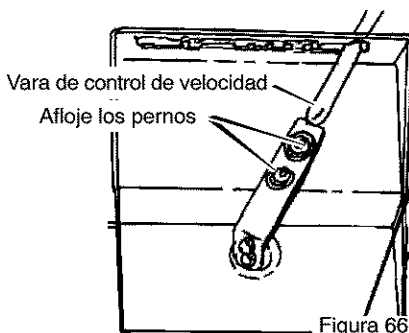

Figura 66
2. Afloje los **pernos** en la **vara de control de velocidad** (Figura 66).
4. Apriete los **pernos** que hay en la **vara de control de velocidad** (Figura 66).